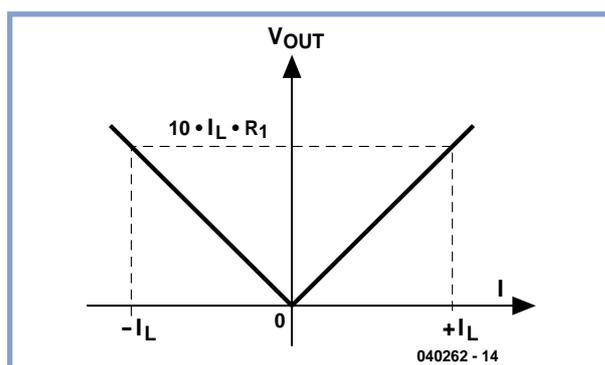

Figure 4. Comportement de la tension de sortie avec un courant bipolaire.
(**figure 4**). R2 peut être de nouveau déterminé à l'aide de la formule (3).